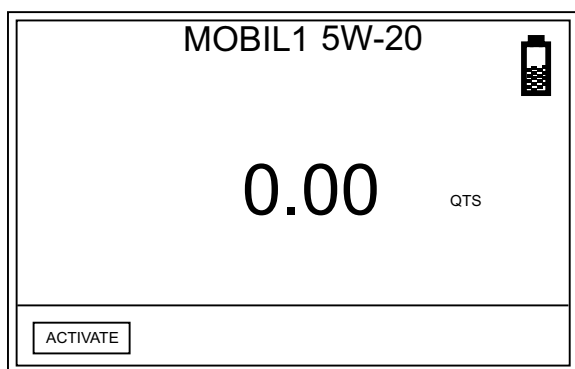

FIG. 30
2. L'écran Distribution Manuelle (FIG. 30) s'affiche. Appuyez sur le bouton central ENTER du pavé numérique sur le compteur pour sélectionner ACTIVER (ACTIVATE). Vous entendrez un timbre sonore au compteur indiquant qu'il est prêt à commencer la distribution de fluide.